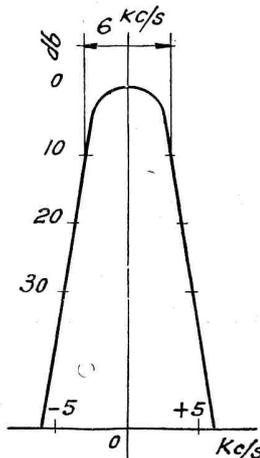

Fig. 3
Expliquons ce qu'il faut entendre par là. La courbe de sélectivité d'un bon circuit moderne a l'allure de la fig. 3. Le sommet de la courbe est entièrement aplati. Un écart de 2 ou 3 kilocycles a peu d'importance — mais au delà d'une certaine limite on tombe sur les parties abruptes de la courbe. L'importance d'un kilocycle sera donc beaucoup plus grande entre 4 et 5, qu'entre 3 et 4.
Le condensateur d'hétérodyne, commandant simultanément quatre circuits oscillants de très haute qualité (MF) est celui qui impose son réglage. La courbe de sélectivité d'un circuit MF est indiquée fig. 3. Un désaccord de 5 kc en plus ou en moins correspond à un affaiblissement de plus de 20 db, c'est-à-dire dans le rapport 1 à 0,3. C'est évidemment plus qu'on ne pourrait admettre... Aussi le réglage est-il effectué en réalité sur la fréquence intermédiaire précise et toute l'erreur est reportée sur le circuit d'accord.